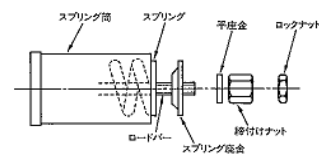

図18
11. ロードバーにスプリング座金(凸側をスプリング方向にして下さい)、平座金を通し、締付けナットで締付けて下さい(図18参照)。この場合以下に示す状態になるような締付け量が締付けて下さい。但し最大可能締付け量は45mm、補助スプリング付で65mmです。